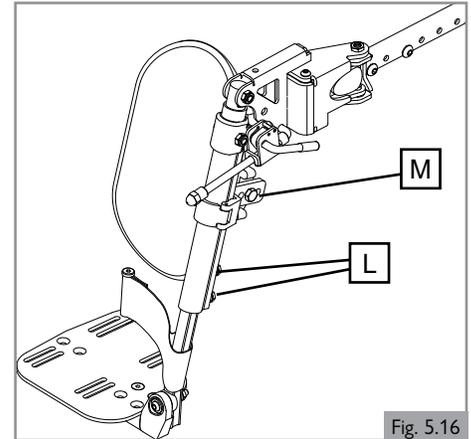

Fig. 5.16
**5.11 Ajuste del reposapiernas elevable (opcional) (Fig. 5.16)**